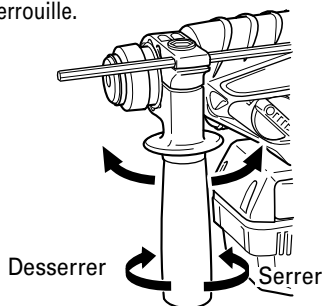

Fig. 6
2. Fixation de la poignée latérale (Fig. 6)